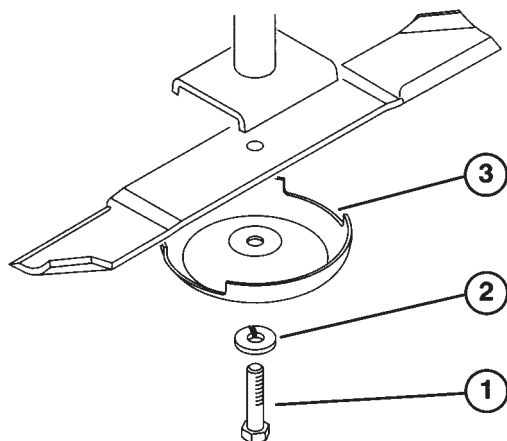

Bild 18
5. Alle drei Messerbalken in die “A”-Stellung (Bild 18) bringen und den Abstand von der ebenen Fläche bis zur Unterseite der Messerspitze an allen Messerbalken messen (Bild 22).